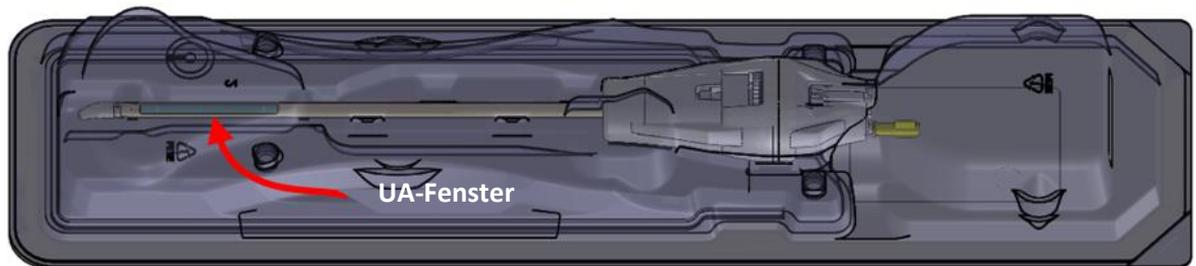

Abbildung 35: UA-Fenster
- g. Inspizieren Sie das UA-Fenster durch die Verpackung hindurch genau auf Luftblasen (Abbildung 35). Es dürfen **keinerlei** Luftblasen **jeglicher** Größe vorhanden sein. Klopfen Sie vorsichtig auf das Verpackungsende am UA-Fenster gegen die Arbeitsfläche, wenn Luftblasen zu sehen sind, um sie zu lösen. Wiederholen Sie den Vorgang ab Schritt „a“, wenn immer noch Luftblasen zu sehen sind.